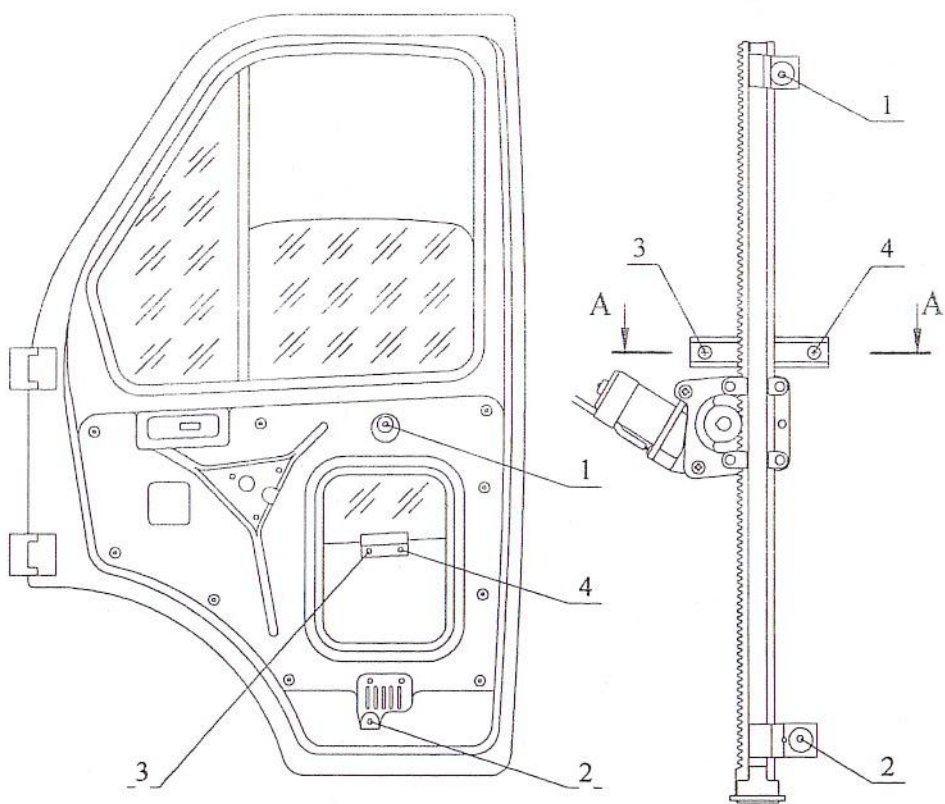

Рис.2
6.3 Снять обивку дверей. Установить заглушки в отверстия от ручек штатных стеклоподъемников в обивках дверей и закрепить их зажимами. Опустить стекло так, чтобы обойма стекла находилась напротив прямоугольного окна внутренней панели двери и зафиксировать стекло в этом положении от самопроизвольного опускания после снятия штатных стеклоподъемников. Снять штатные стеклоподъемники с кулисой стекла (см.рис.2). Кулису стекла, винты 3, 4 и гайки 1, 2 сохранить для обратной установки ЭСП на штатные места.
6.6 Установить ЭСП на штатные места (см.рис.2).